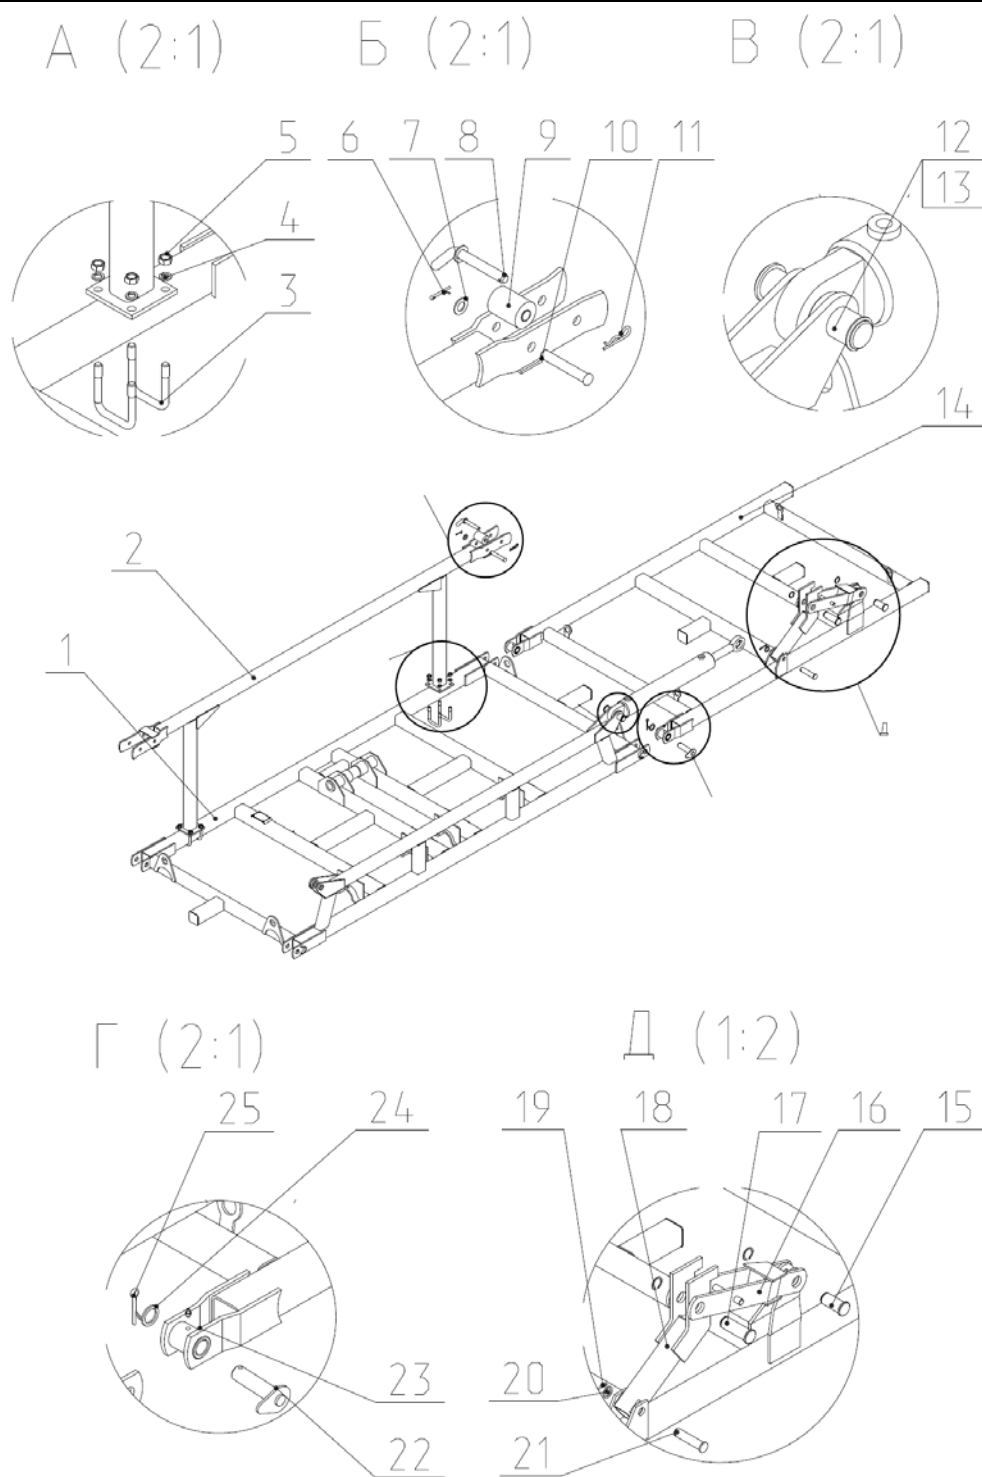

Рис.7 Центральная и боковая секция.
2.13. Рама культиватора (Рис.7) имеет шарнирно-секционное устройство и состоит из центральной секции 1 и двух боковых секций (крыльев) поз.14, которые представляют собой сварную плоскую трубчатую конструкцию, являясь несущей частью культиватора.